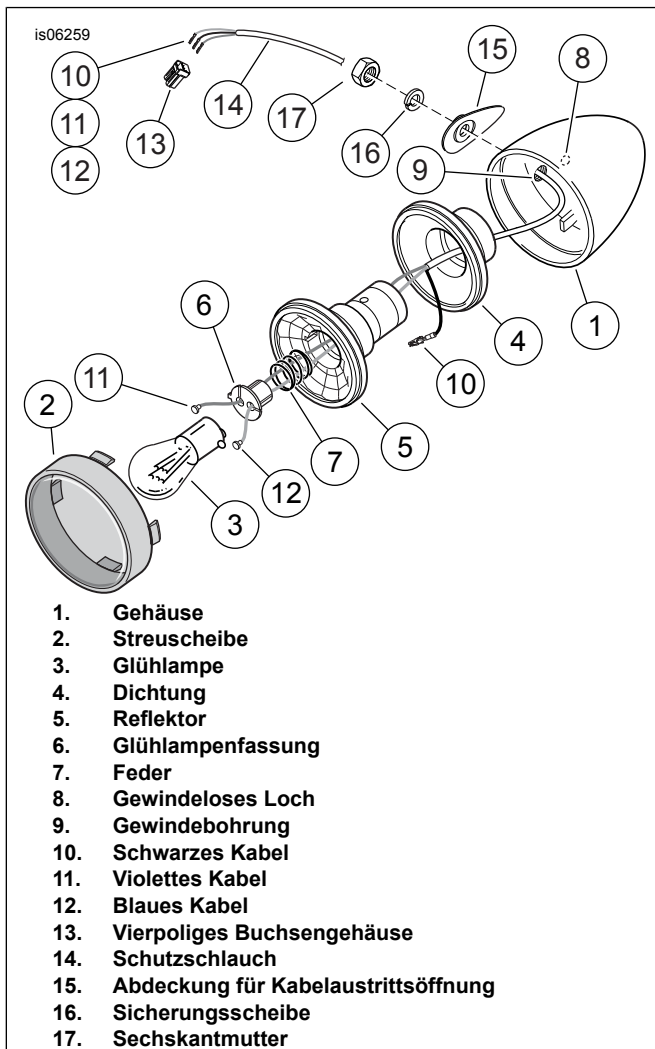

Abbildung 3. Brems-/Schluss-/Blinkerleuchte
2. Siehe Abbildung 3. Die schwarzen (10), violetten (11) und blauen (12) Kabel und Buchsenkontakte von den BSB-Buchsengehäusen (13) entfernen. Die BSB-Leuchten und Buchsengehäuse zum späteren Einbau beiseite legen.
8. Siehe Abbildung 3. Einen dünnen Schraubendreher oder ein ähnliches Werkzeug in die Kerbe an der Unterseite der Streuscheibe (2) einer der BSB-Leuchten einsetzen und drehen, um die Streuscheibe vom Gehäuse (1) zu trennen. Zum Ausbauen Glühlampe (3) nach innen drücken und gegen den Uhrzeigersinn drehen.
14. Siehe Abbildung 3. Die Kabel vom Gewindebolzen auf der Schweißkonstruktion zum BSB-Umbau durch die **Gewindebohrung** (9) im Lampengehäuse (1) und die Mitte der Gummidichtung (4) führen.
4. Siehe Abbildung 3. Die schwarzen (10), violetten (11) und blauen (12) Kabel und Buchsenkontakte von den Bremsleuchten/Blinkerbuchsengehäusen entfernen. Die Brems-/Blinkerleuchten und Buchsengehäuse zum späteren Einbau zur Seite legen.
6. Ungefähr 25 mm (1 in) Isolierung vom nicht abgeschlossenen Ende eines Kabels abisolieren und einen Einziehdraht am abisolierten Ende befestigen. Das Kabel in einen der Gewindebolzen auf der Schweißkonstruktion zum BSB-Umbau einführen. Das Kabel an der Y-förmigen Verbindungsstelle vorbei führen, bis das Ende des Einziehdrahts durch die vordere Öffnung (E) des Rohrs austritt. Die Kabel weiter ziehen und drücken, bis das abisolierte Ende frei liegt. Den Einziehdraht vom isolierten Ende des Kabels entfernen.
9. Siehe Abbildung 3. Die Klinge eines kleinen Schraubendrehers in die Kerbe an der Unterseite der Streuscheibe (2) einer der Brems-/Blinkerleuchten einsetzen und drehen, um die Streuscheibe aus dem Gehäuse (1) zu nehmen. Zum Ausbauen Glühlampe (3) hineindrücken und gegen den Uhrzeigersinn drehen.
10. Das Werkzeug zwischen dem äußeren Rand der Gummidichtung (4) und der Innenseite des Gehäuses einführen. Den Reflektor (5) behutsam nach oben drücken, bis er losgelöst ist.
11. Den Massekontakt und das schwarze Kabel (10) von der Rückseite des Reflektors entfernen.
15. Siehe Abbildung 3. Die Kabel vom Gewindebolzen auf der Schweißkonstruktion zum BSB-Umbau durch die **Gewindebohrung** (9) im Lampengehäuse (1) und die Mitte der Gummidichtung (4) führen.